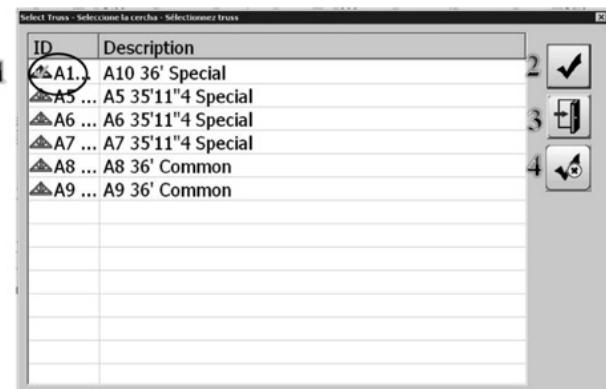

Figura 32
Una vez cargado el trabajo desde la pantalla Job Select (Seleccionar trabajo), aparece la pantalla Select Truss (Seleccionar armadura de cubierta) (figura 32). Desde el menú de armaduras de cubierta, haga clic en el nombre de la armadura que necesita ser montado en la mesa y luego haga clic en el botón de comprobación (2).
La pantalla Truss Select (Seleccionar armadura de cubierta) incluye los elementos identificados por número en la figura 32: